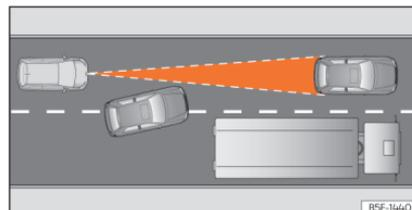

Fig. 141 Mudança de faixa de um veículo.
- Veículos que mudem para a faixa na qual circula a pouca distância do veículo »» **Fig. 141**.